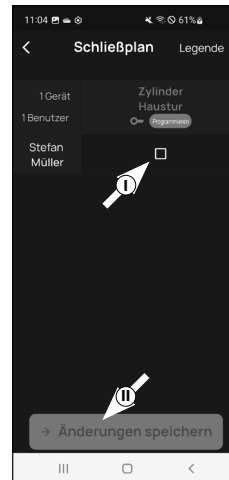

Abb. 2
- ❹ Sie sehen eine Tabelle, bestehend aus angelegten Zylindern (horizontal) und eingerichteten Benutzern (vertikal) (Abb. 2). Setzen Sie jeweils dort einen Haken, wo Sie den jeweiligen Benutzer für das entsprechende Schloss zur Nutzung berechtigen möchten (I) (Abb. 2) und dann auf den Button „Änderungen speichern“ (II) (Abb. 2).